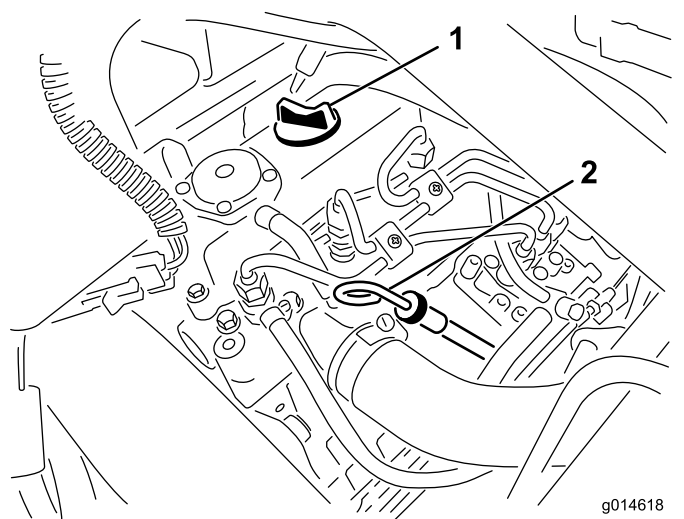

Figura 23
2. Togliete l'asta di livello ed asciugatela con un panno pulito (Figura 23).